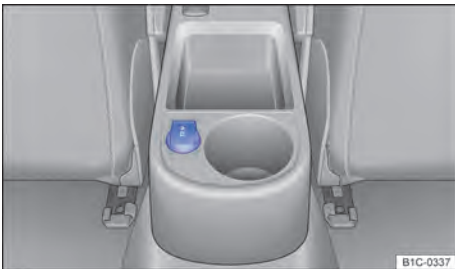

Fig. 102 Tomada 12 V no console central traseiro. ►
- No console central traseiro ⇒ Fig. 102.